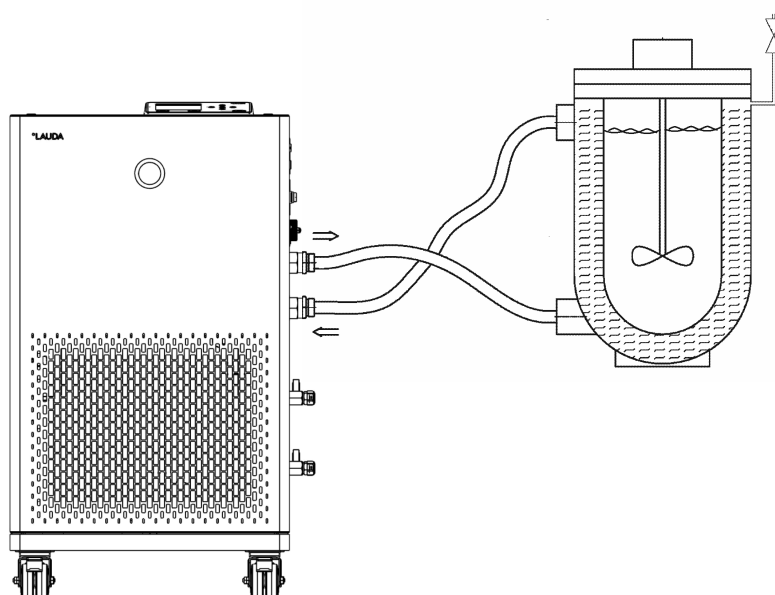

Abb. 15: Anschlusskizze mit Entlüftungsventil
- Ein Entlüftungsventil kann, je nach Bauart der Applikation, den Entlüftungsprozess deutlich vereinfachen. Das Entlüftungsventil muss an der höchsten Stelle des Kreislaufs angeordnet werden (Abb. 15).
Damit Gas-/Dampfblasen aus dem System abgeführt werden können und ein ungestörter Betrieb möglich wird, muss die externe Applikation gemäß Skizze (Abb. 15) angeschlossen werden. Der Vorlauf der Pumpe ist mit dem unten liegenden Anschluss der Applikation zu verbinden. Die Rückleitung zum Pumpenstutzen ist mit dem oben liegenden Anschluss der Applikation zu verbinden. Die Applikation wird somit von unten nach oben durchströmt.